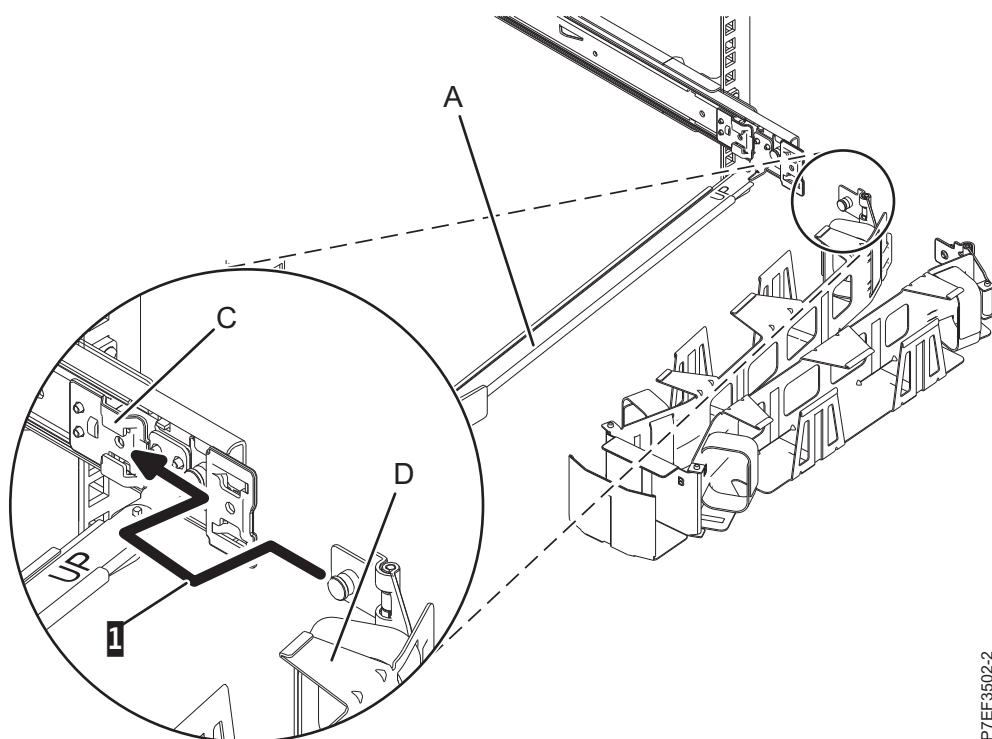
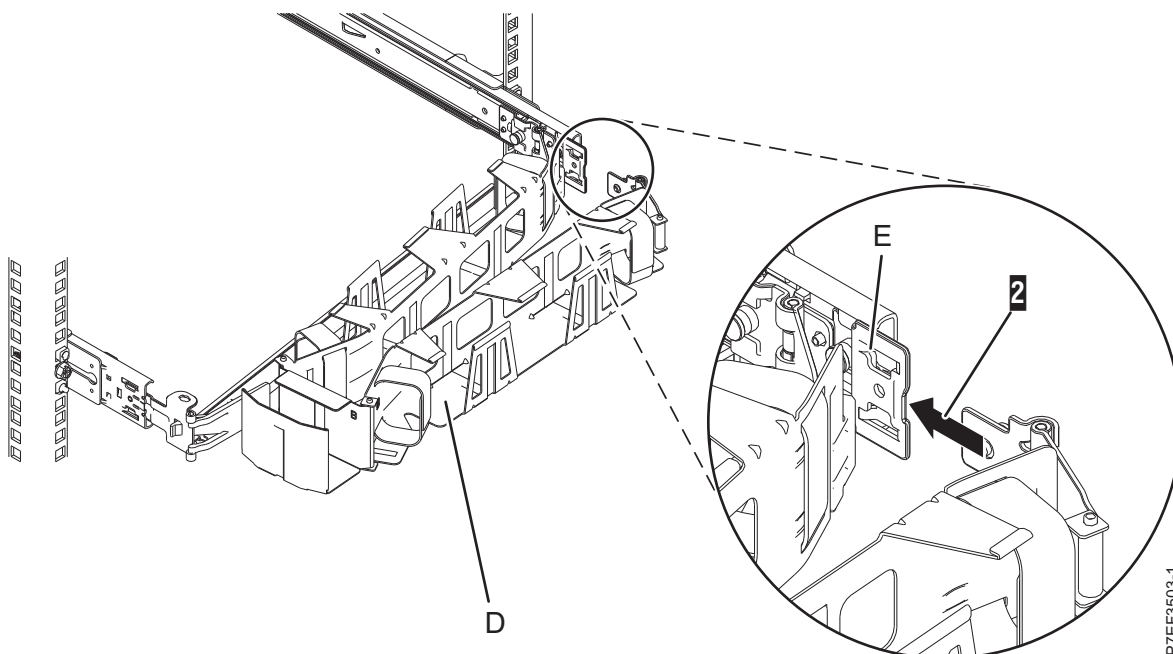

Figura 14. Deslizando a aba do suporte para organização de cabos no slot de suporte de montagem
Figura 15. Deslizando a outra aba do suporte para organização de cabos no suporte de extensão
7. Coloque o suporte para organização de cabos (D) no braço do suporte (A). Deslize a primeira guia do suporte para organização de cabos para o slot no suporte de montagem (C). Empurre a presilha até que a trava com mola se encaixe no lugar. Deslize a outra guia do suporte para organização de cabos no suporte de extensão (E) no lado externo do trilho deslizante direito (2). Empurre a guia até que a trava com mola se encaixe. Para obter detalhes, consulte Figura 14 e Figura 15 na página 12.